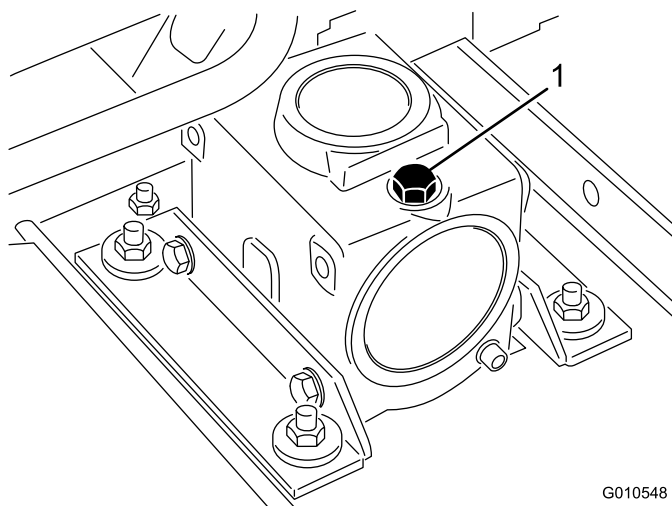

図 31
3. ギアボックスの上部についているディップスティック兼給油プラグ 図 31を取り、オイルの量が、ディップスティックについている2本のマークの間にあることを確認する。油量が少なければ、SAE 80-90 wt. ギア用潤滑油を 2 本の